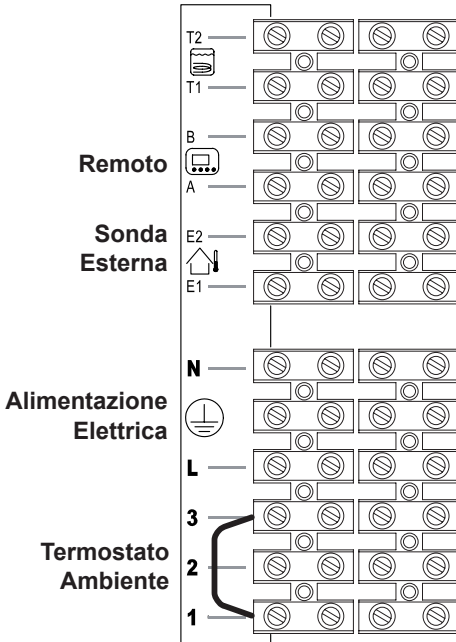
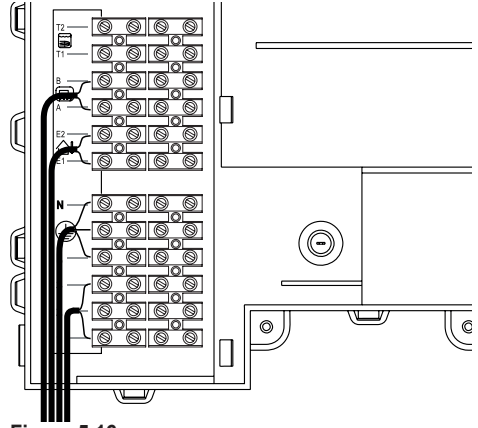
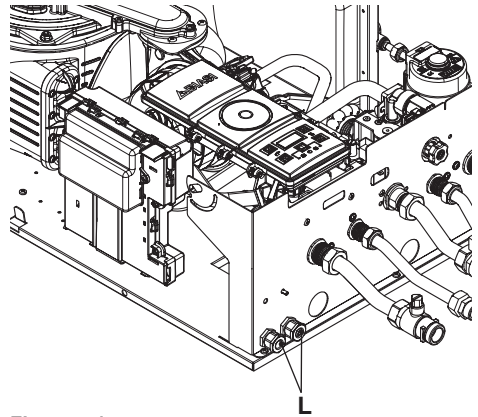

Figura 5.15
Figura 5.16
Figura 5.17
- Collegare il cavo di alimentazione elettrica proveniente dall'interruttore onnipolare alla morsettiera di alimentazione elettrica della caldaia Figura 5.15 rispettando la corrispondenza della linea (filo marrone) e del neutro (filo azzurro).
Il percorso del cavo o dei fili di alimentazione elettrica della caldaia e del termostato ambiente devono seguire il percorso indicato in Figura 5.16.
Far fuoriuscire i cavi dalla caldaia utilizzando gli appositi pressacavi L (Figura 5.17).
Per il collegamento di un termostato ambiente servirsi dei morsetti indicati in Figura 5.15.
Per il collegamento di valvole di zona servirsi dei morsetti termostato ambiente indicati in Figura 5.15 e Figura 5.16. I conduttori elettrici dei contatti del micro della valvola di zona vanno inseriti nei i morsetti "1 e 3" della morsettiera termostato ambiente come in Figura 5.16.
Il percorso dei fili di collegamento della sonda esterna devono seguire il percorso indicato in Figura 5.16.
Il percorso del cavo del comando remoto deve seguire il percorso indicato in Figura 5.16. Far fuoriuscire i cavi dalla caldaia utilizzando gli appositi pressacavi L (Figura 5.17).